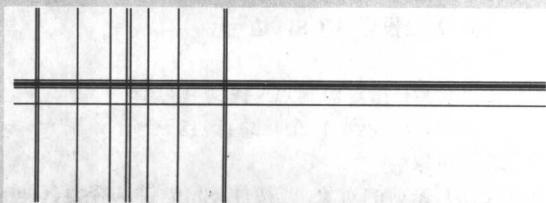

图 1-39 绘制退刀槽和倒角垂直直线
(4) 使用“偏移”命令将左边第 4 条垂直辅助线向右偏移 3，把最外侧的两条垂直辅助线分别向内偏移 2，得到图 1-39 所示的退刀槽和倒角垂直直线。